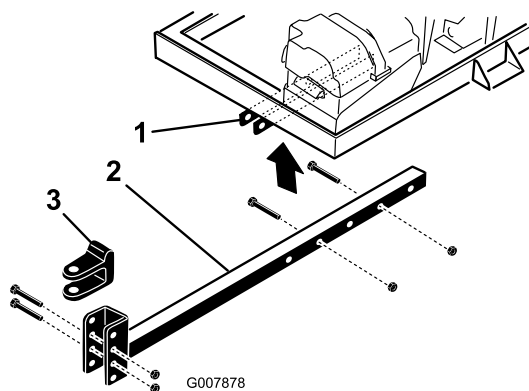

Figura 4
2. Inserite il tubo dell'attacco di traino nelle staffe del telaio (Figura 4). Fissate il tubo al telaio con 2 bulloni (3/8 x 3 poll.) e dadi flangiati (3/8 poll.) e serrate a 40 N m.
- Togliete i bulloni e i dadi di bloccaggio che fissano l'uncino dell'attacco di traino (Figura 4) al tubo dell'attacco stesso.
- Rimuovete i bulloni e i dadi che fissano il tubo dell'attacco di traino alle staffe del telaio (Figura 4).